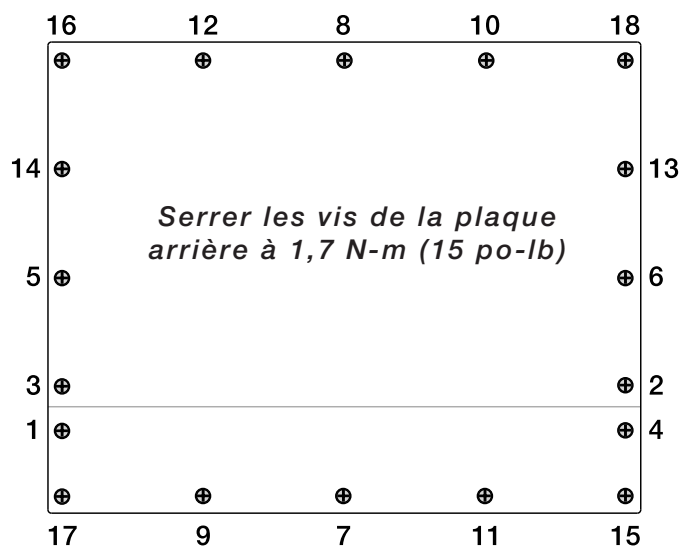

Figure 3-1. Plaque arrière du boîtier de l'indicateur 920i
3. Serrer les vis au couple de 15 po-lb (1,7 N-m), en respectant la séquence indiquée sur la Figure 3-1, de façon à éviter la déformation du joint d'étanchéité de la plaque arrière.
4. Réinstaller la plaque arrière (Figure 3-1, page 18).